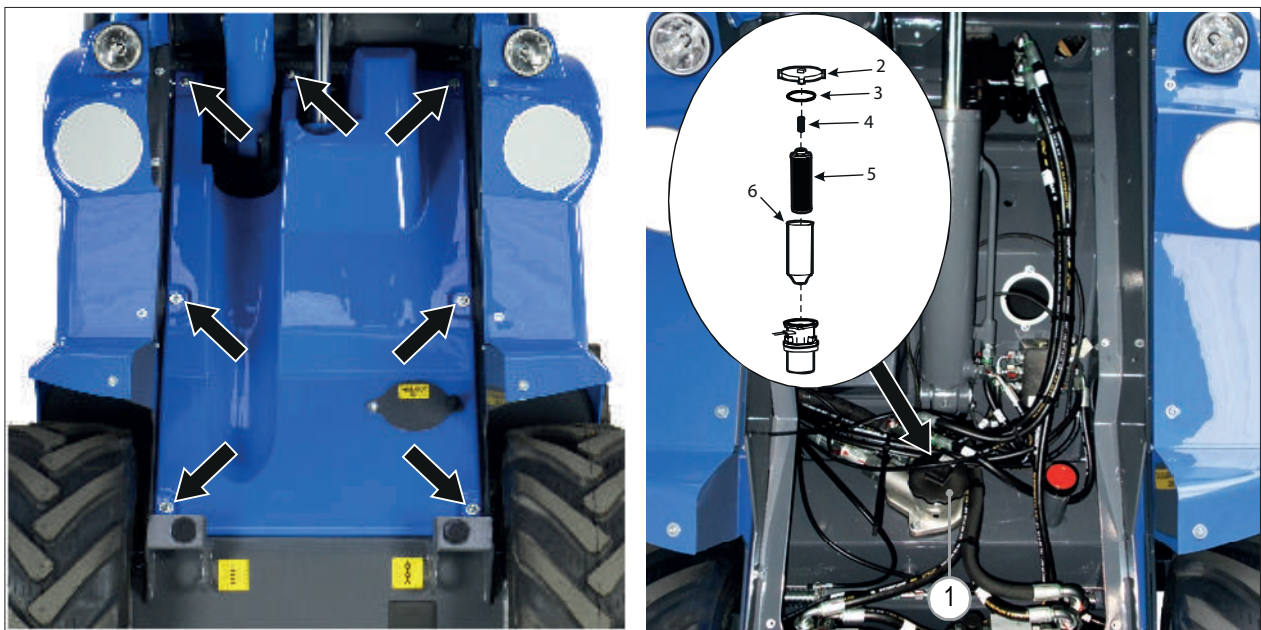

РИС. 39
- 3) Снимите переднюю панель, ослабив винты, которые крепят ее к раме (см. РИС. 39).
- 4) Снимите крышку фильтра, повернув ее. Для ослабления крышки может потребоваться гаечный ключ (РИС. 39 - Сс. 1).
- 5) Извлеките фильтрующий элемент (РИС. 39 - Сс. 4).
- 7) Осмотрите уплотнительное кольцо крышки фильтра на наличие следов износа или повреждений. Это уплотнительное кольцо (РИС. 39 - Сс. 3) расположено в канавке в верхней части корпуса фильтра. Замените уплотнительное кольцо в случае износа или повреждения.
- 8) Установите на место крышку фильтра (РИС. 39 - Сс. 2) и закрепите ее.